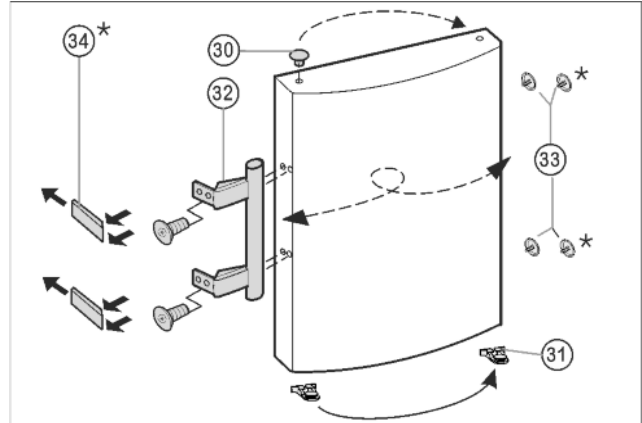

Fig. 8
- ▶ Stopfen Fig. 8 (30) aus der Tür Lagerbuchse herausheben und umsetzen.
- ▶ Türgriff Fig. 8 (32), Stopfen Fig. 8 (33) und Druckplatten\* Fig. 8 (34) abmontieren und auf die Gegenseite umsetzen.